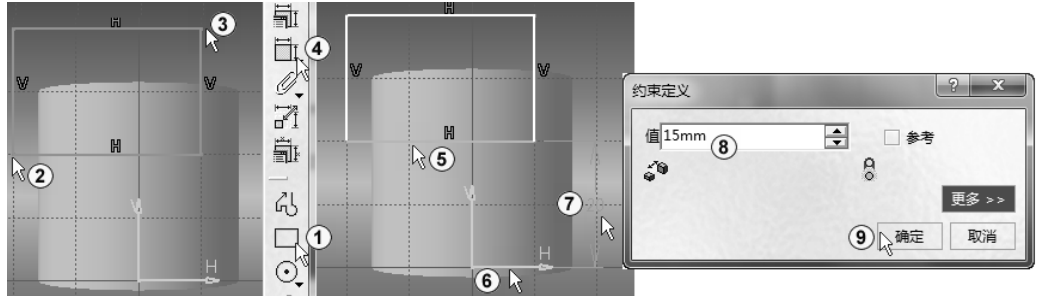

图 1-27 绘制矩形 1
单击屏幕右侧“矩形”按钮，如图 1-27 中①所示。在工作区适当位置单击确定矩形左下角一点，移动鼠标到适当位置单击确定矩形右下角一点，如图 1-27 中②③所示。双击“约束”按钮，如图 1-27 中④所示。按住〈Ctrl〉键，选择箭头所指的水平坐标和 1 条水平直线，如图 1-27 中⑤⑥所示。松开鼠标，向右移动适当距离单击，完成尺寸 20 的标注，如图 1-27 中⑦所示。双击尺寸 20，系统弹出“约束定义”对话框，在“值”文本框内输入 15，如图 1-27 中⑧所示。单击“确定”按钮，如图 1-27 中⑨所示。